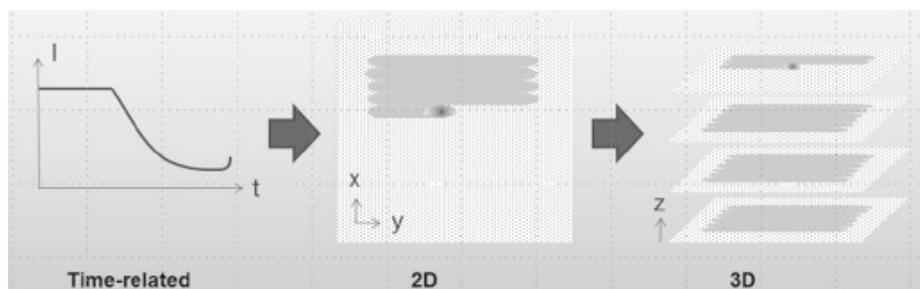

Abb. 1: Durch positionsbezogene Analyse des Entstehungsprozesses jedes Bauteils mit QMmeltpool 3D werden lokale Effekte beim Bauteilaufbau erkannt
Die In-situ-Prozessüberwachung zählt zu den strategischen Technologiefeldern von Concept Laser, welche der Anlagenbauer nun um das QMmeltpool 3D zur dreidimensionalen Echtzeitüberwachung erweitert. Das LaserCUSING-Verfahren ist aufgrund hoher Scan-Geschwindigkeiten und hoher Laserleistungen ein sehr dynamischer Prozess, der durch verschiedenste Prozessfaktoren beeinflusst wird. In anspruchsvollen Branchen, wie zum Beispiel Medizintechnik, Automotive sowie Luft- und Raumfahrt, gelten strikte Sicherheits- und hohe Qualitätsanforderungen. QMmeltpool 3D liefert in Echtzeit qualitätsrelevante Daten zur Prozessüberwachung und -dokumentation. Das System erfasst positionsbezogene Charakteristika des Schmelzbades während der Entstehung des Bauteils (Abb. 1). Diese Daten können in einer dreidimensionalen Landkarte visualisiert und vom Anwender analysiert werden. Nach Auskunft des Herstellers ist das Analyse-Tool mit der HD-Auflösung der Computer-Tomografie (CT) vergleichbar.
vergleichbar, zusätzlich positionsbezogene Signale zur eindeutigen Zuordnung (Abb. 1). Diese Signale ermöglichen die Generierung von 3D-Datensätzen des Bauteils beziehungsweise dessen Aufbaus. Damit entsteht eine sehr genaue 3D-Landkarte des Bauteils. Im Detail bedeutet dies die Ermittlung charakteristischer Eigenschaften des Schmelzbades. Dazu zählt die Fläche und Intensität des Schmelzbades, welche mittels zweier Detektoren, Kamera und Photodiode, mit hoher örtlicher und zeitlicher Auflösung untersucht werden kann. Im Anschluss werden diese Signale mit den entsprechenden Positionsdaten des Lasers korreliert.